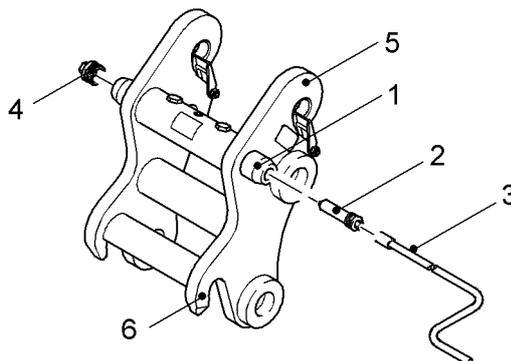

Fig. 3-103 Sistema de acoplamiento rápido con bloqueo mecánico
- ▶ Acercar el sistema de acoplamiento rápido de un lado y desentornillar el tornillo de fijación 2 por medio de la manivela 3 fuera del eje de bloqueo 1 (véase Fig. 3-103).